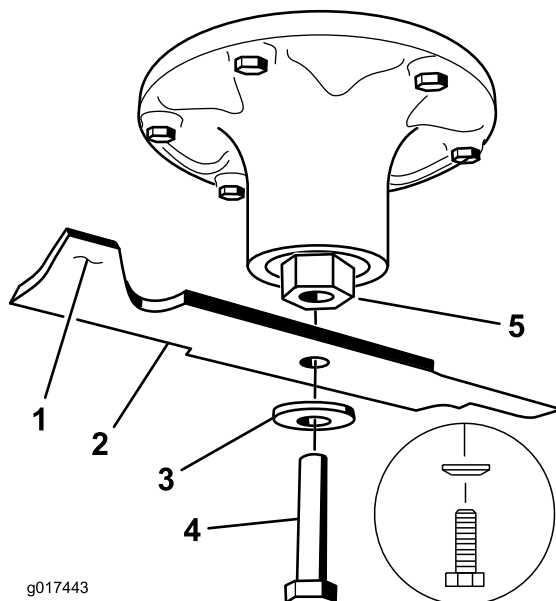

Bild 76
2. Entfernen Sie die Messerschraube, Wellenscheibe und das Messer von der Spindelwelle (Bild 76).